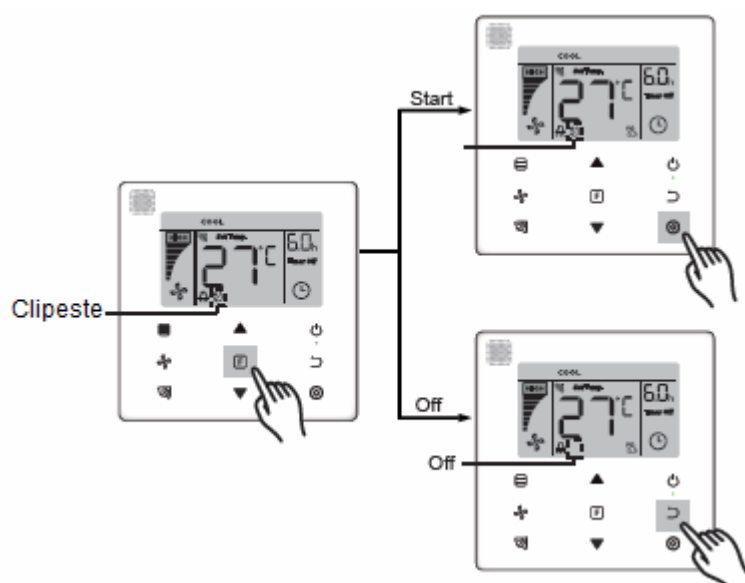

Figura 6.13
- **Pornirea /oprirea funcției „Silent”** (functionare silentioasă): Apasati butonul **F** (Funcție) pentru a comuta pe funcția „**Silent**” ("🌙" clipește), și apasati butonul **⏻** (confirmare) pentru a porni funcția sau butonul **↶** (Anulare) pentru a opri funcția (consultati Figura 6.13).